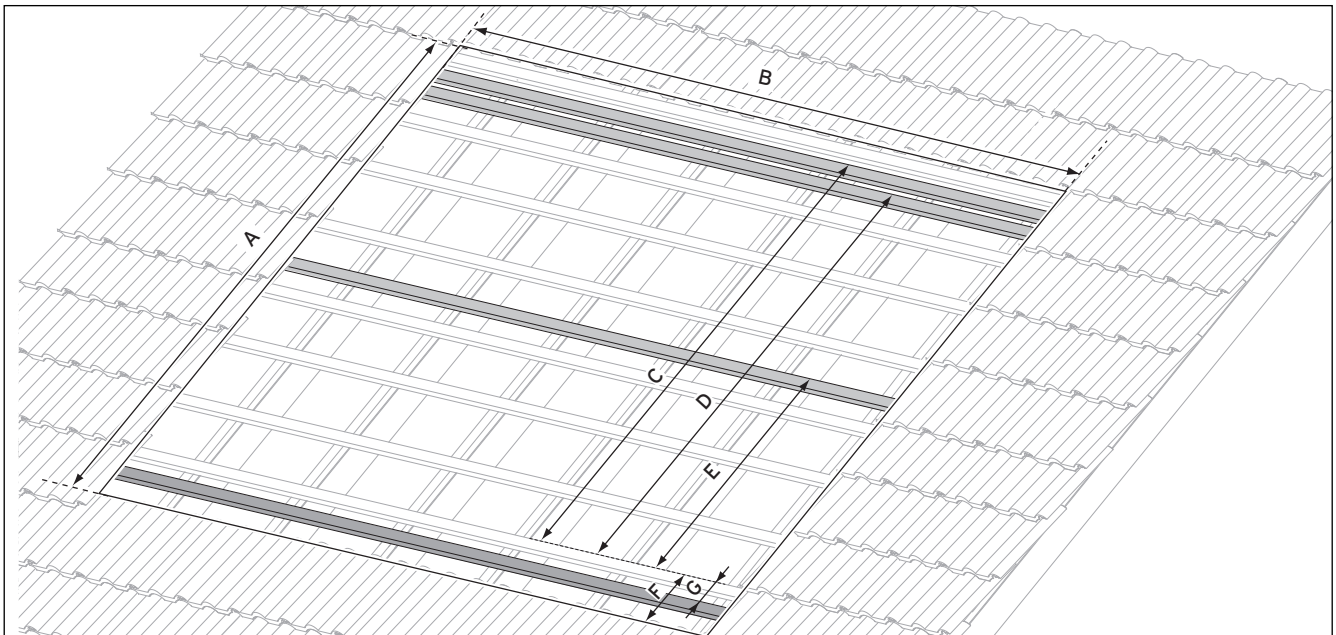

Fig. 6.1 Mål for innbyggingsfelt og for posisjonen til innbyggingsprossene (referanselinje er hhv. taksteinkanten)
- Finn innbyggingsfeltet på taket ved hjelp av målene (→ fig. 6.1).
- Monter ekstra taksprosser iht. fig. 6.1.